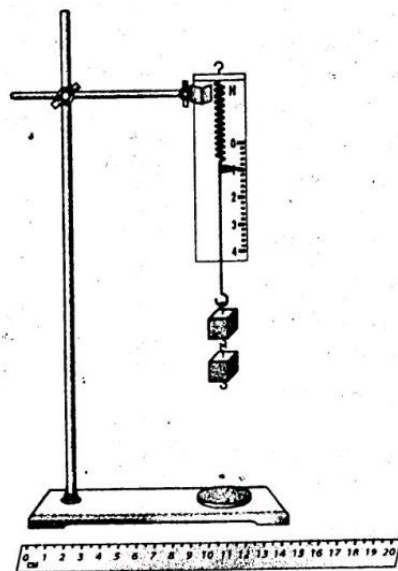

Рис. 1
1. Соберите экспериментальную установку (см. рис. 1).